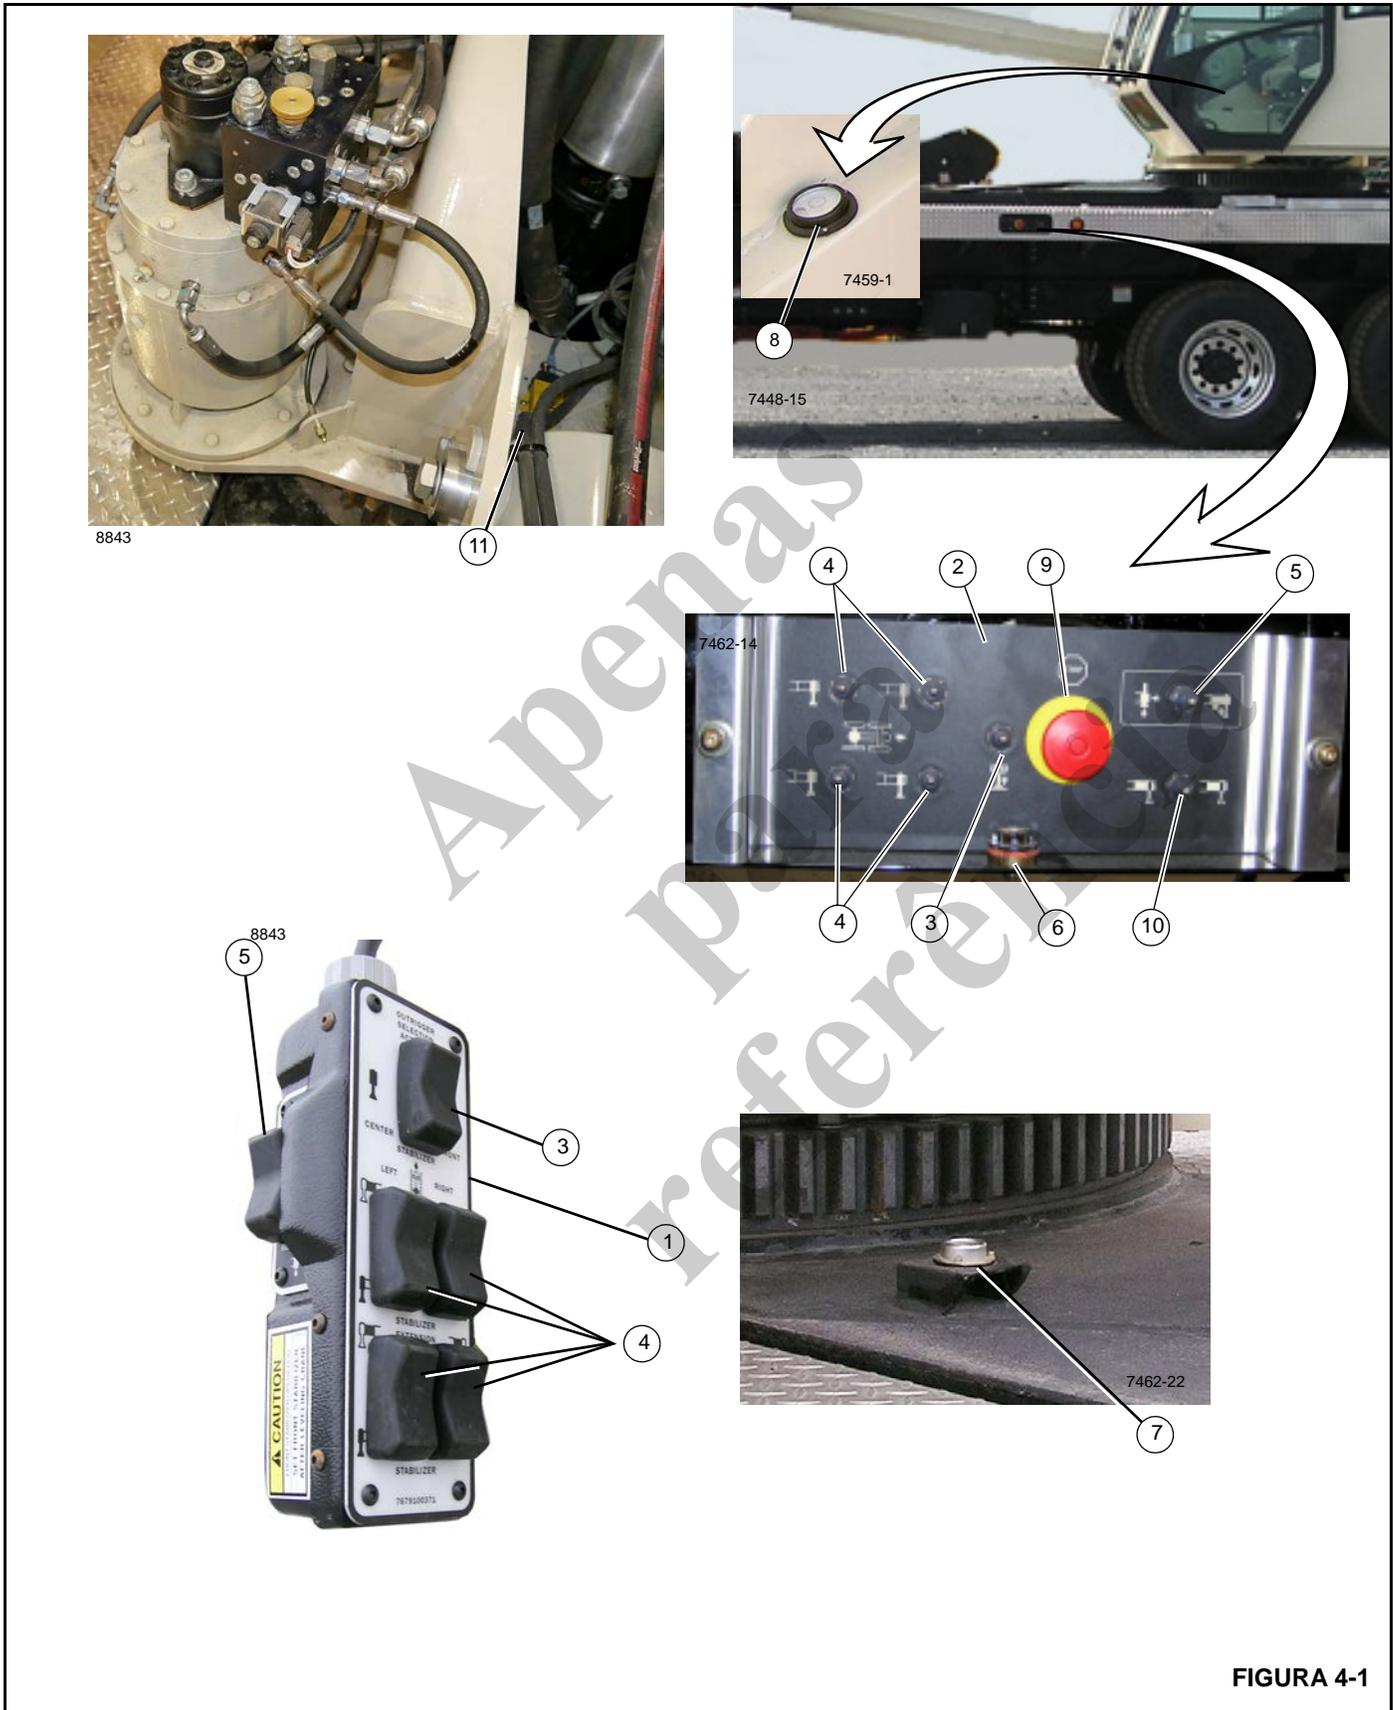
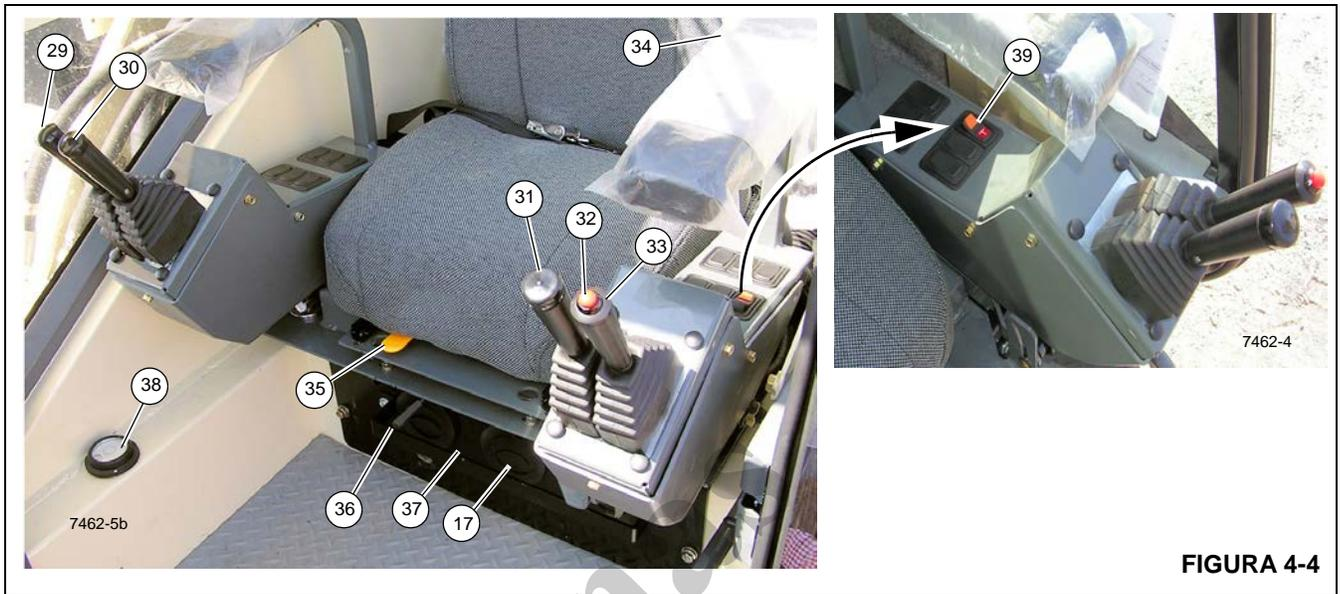
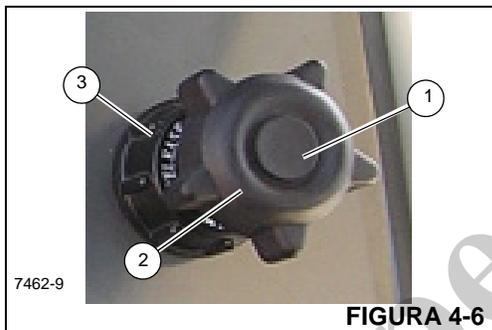

FIGURA 4-1
FIGURA 4-4
FIGURA 4-6
Os controles dos estabilizadores são usados para ajustar os estabilizadores. Há três estações de controle de solo para operação dos estabilizadores. Uma é um controle portátil dos estabilizadores na cabine (1, Figura 4-1) localizado nos controles de solo (cabine na estação de controle do operador) e dois controles dos estabilizadores na estação de solo (2) localizados um em cada lado do equipamento no nível do solo. Cada controlador possui controles para estender e retrain as vigas dos estabilizadores, para elevar e abaixar os cilindros (macacos) dos estabilizadores e para elevar e abaixar o estabilizador dianteiro único (se equipado). O Controlador portátil da cabine pode ser opcional para alguns modelos.
Os painéis de controle dos estabilizadores (2) estão localizados nos dois lados inferiores do equipamento (Figura 4-1) e contêm os controles dos estabilizadores.
A chave de extensão/retração (5, Figura 4-1) é usada em conjunto com as chaves seletoras dos estabilizadores para controlar as funções dos estabilizadores.
As chaves seletoras dos estabilizadores (4, Figura 4-1) são usadas para selecionar o componente do estabilizador. Para estender ou retrair um componente de um estabilizador, primeiro selecione o componente com a chave seletora do estabilizador e, em seguida, selecione estender ou retrair com a chave de extensão/retração.
A chave seletora da viga do estabilizador na estação de solo (10, Figura 4-1) é usada para operar a viga do estabilizador dianteiro ou traseiro do mesmo lado do equipamento em que o controle de solo se encontra.
Há uma chave de parada de emergência (9, Figura 4-1) nos painéis de controle dos estabilizadores em cada lado do transportador. O motor desliga ao pressionar qualquer dessas chaves.
A chave do estabilizador dianteiro único (3, Figura 4-1) é usada para abaixar e elevar o estabilizador dianteiro único. Para operar o estabilizador dianteiro único, pressione sua chave e, em seguida, a chave de extensão/retração.
O indicador de nível primário (7, Figura 4-1) está localizado à frente do rolamento da torre. Os indicadores de nível secundários estão localizados nos painéis de controle dos estabilizadores (6, Figura 4-1) e na cabine de controle de solo (38, Figura 4-4).
Há um sensor de nível eletrônico localizado na parte superior da placa do rolamento da plataforma rotativa (11, Figura 4-1) que é usado para monitorar o nivelamento do sistema dos estabilizadores do equipamento. Se o equipamento não estiver nivelado dentro de 1%, o alarme de movimento do estabilizador soará até ser corrigido e as funções da lança serão desativadas; consulte "Nivelamento do equipamento" na página 2-6.
O pedal do acelerador (4, Figura 4-4) está localizado no piso da cabine de controle de solo e é usado para controlar a rotação do motor. Pressione o pedal do acelerador para ace-
O acelerador manual (11, Figura 4-3) deve estar posicionado como mostrado na Figura 4-6 para que o pedal do acelerador possa ser operado corretamente.
Aumento da rotação do motor – Empurre para dentro o botão central (1, Figura 4-6) e segure-o; puxe para fora o
O acelerador manual deve estar posicionado como indicado na Figura 4-6 para operar corretamente o pedal do acelerador (4, Figura 4-4).
A alavanca de controle de elevação da lança (29, Figura 4-4) está localizada no apoio de braço direito e é usada para elevar ou abaixar a lança. Empurre a alavanca para frente para abaixar a lança e puxe-a para trás para elevar a lança.
A alavanca de controle do guincho (30, Figura 4-4) está localizada no apoio de braço direito. Posicionar a alavanca para frente faz com que o cabo de elevação abaixe a carga e puxar alavanca para trás eleva a carga.
O indicador de rotação do guincho (RDI) está localizado na parte superior da alavanca de controle do guincho (30, Figura 4-4). O indicador é acionado eletronicamente por um sinal emitido por um transmissor e um sensor eletrônicos conectados ao guincho. Um sinal pulsante é percebido pelo polegar do operador durante a operação do guincho.
Quando *não* equipado com guincho auxiliar, a alavanca de controle da lança telescópica (31, Figura 4-4) está localizada no apoio de braço esquerdo. Empurre a alavanca para frente para estender a lança e puxe-a para trás para retrain a lança.
Quando *equipado* com guincho auxiliar, a alavanca de controle (31, Figura 4-4) está localizada no apoio de braço esquerdo. Posicionar a alavanca para frente faz com que o cabo de elevação abaixe a carga e puxar alavanca para trás enrola o cabo elevando a carga.